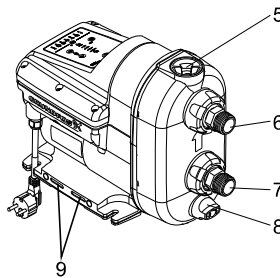

Рис. 19 Установка SCALA2
5. Медленно открутите и снимите пробку с заливочного отверстия. См. рис. 19 (поз. 5).
6. Снимите пробку сливного отверстия и опорожните SCALA2. См. рис. 19 (поз. 8).
7. Открутите накидную гайку, фиксирующую входное соединение. См. рис. 19 (поз. 7) и рис. 20. В зависимости от типа SCALA2 может потребоваться демонтировать всасывающие и напорные трубопроводы.
- Медленно открутите и снимите пробку заливочного отверстия. См. рис. 19 (поз. 5). Пробка и обратный клапан выходного патрубка являются единым узлом.